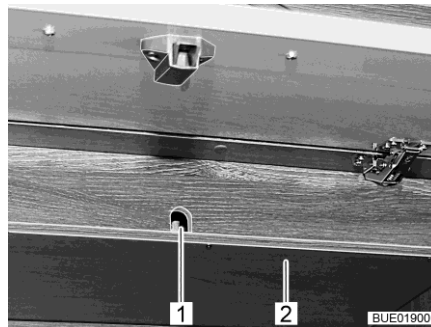

Bild 216 Lucka på hängskåp
- Ta bort skyddet (Bild 216,2) under åtkomstöppningen (Bild 216,1) för veven.